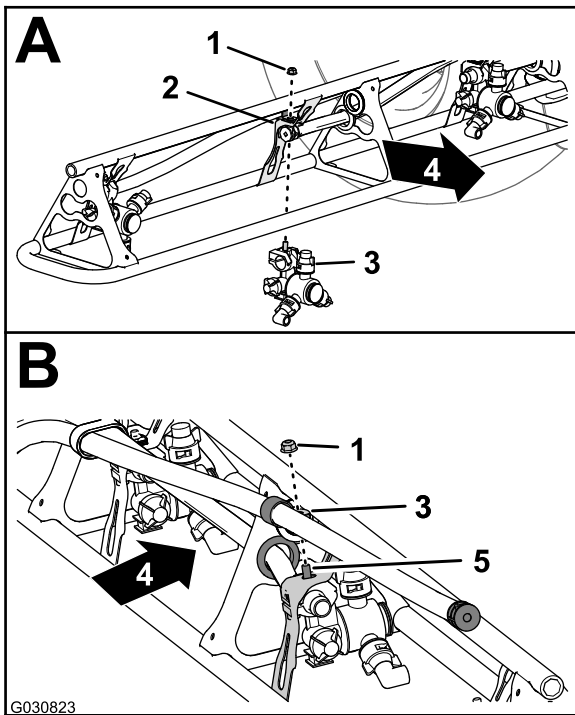

Figura 132
- En las posiciones de las boquillas 1 y 4, monte la boquilla de fumigación en el soporte de boquilla (Figura 132, A) con la contratuerca con arandela prensada (5/16") que retiró en el paso 2 de Retirada de las boquillas de fumigación de las secciones de fumigación exteriores (página 58).
- En las posiciones de las boquillas 2 y 3, monte la boquilla de fumigación en el soporte de boquilla (Figura 132, A y B) con la contratuerca con arandela prensada (5/16") que retiró en el paso 2 de Retirada de las boquillas de fumigación de las secciones de fumigación exteriores (página 58).